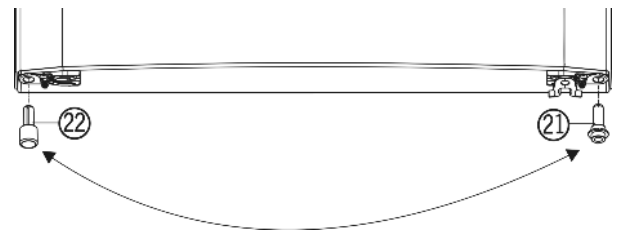

Fig. 5
- ▶ Linksonder de afstandhouder Fig. 5 (22) uit de deur verwijderen.
- ▶ De afstandhouder *Fig. 5 (22)* weer rechtsonder in de deur plaatsen.